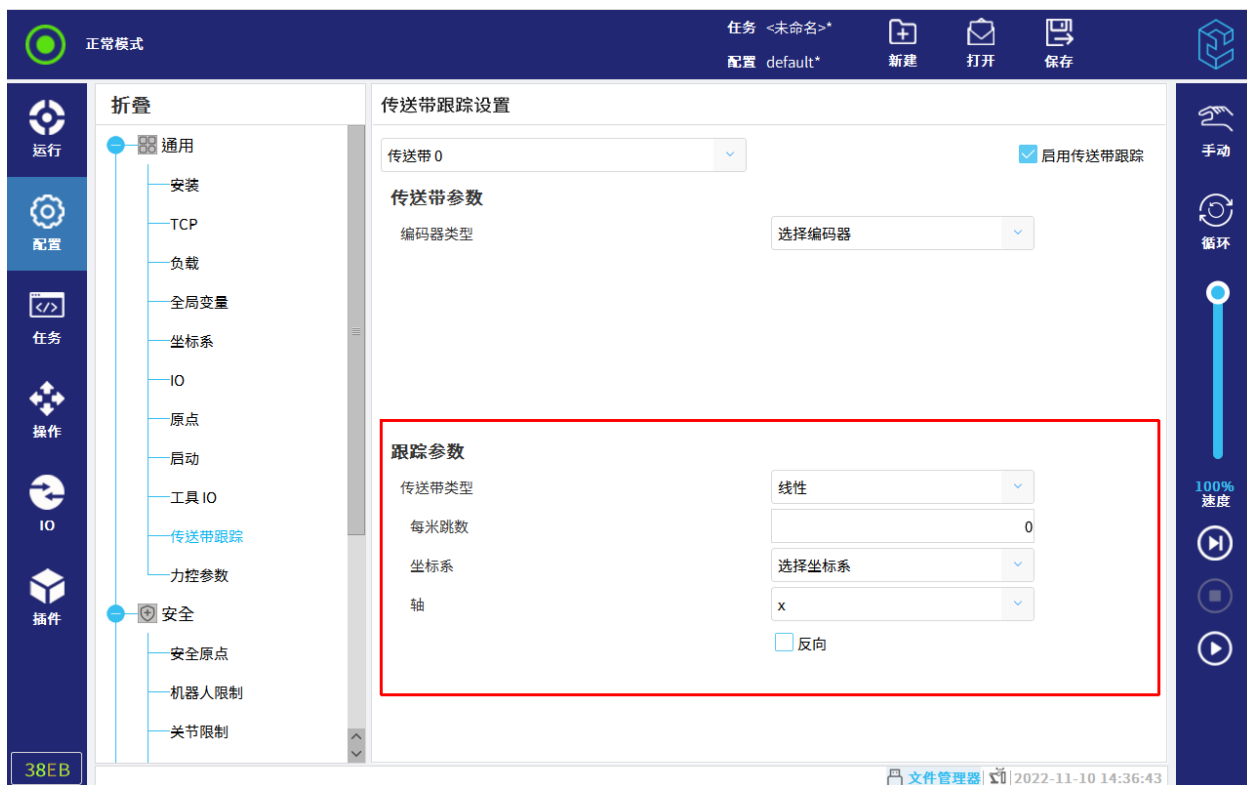

图 11-20 设置跟踪参数
5. 设置“跟踪参数”，选择“传送带类型”为“线性”或者“圆形”，如图 11-20 所示。